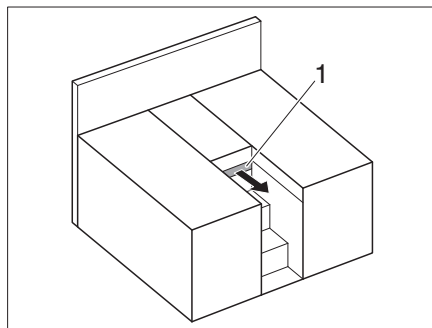

Fig. 171 Lits simples
- Retirer la rallonge (Fig. 171,1).